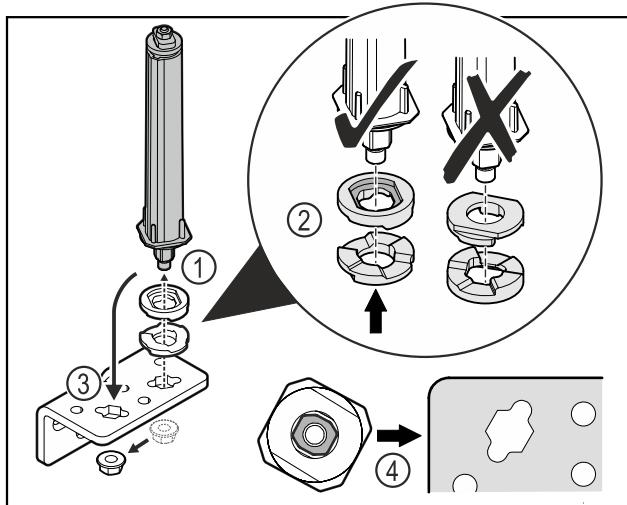

Fig. 39
- ▶ Λύστε το παξιμάδι και αφαιρέστε το σύστημα κλεισμάτων πόρτας Fig. 39 (1).
- ▶ Βεβαιωθείτε για τη σωστή ευθυγράμμιση των ροδελών ρύθμισης ύψους Fig. 39 (2).
- ▶ Μεταφέρετε το σύστημα κλεισμάτων πόρτας στη γωνία μεντεσέ και στερεώστε με το παξιμάδι Fig. 39 (3).
- ▶ Κατά την τοποθέτηση βεβαιωθείτε για τη σωστή ευθυγράμμιση του συστήματος κλεισμάτων πόρτας Fig. 39 (4).